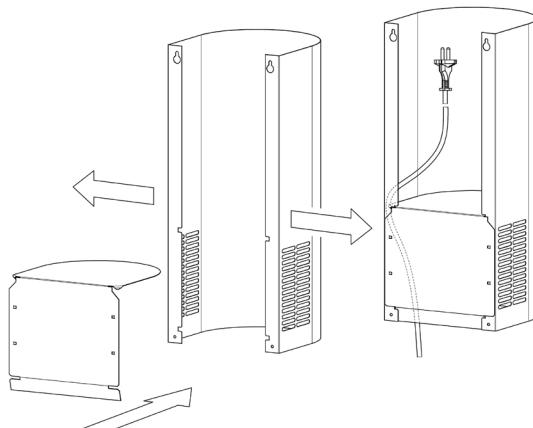

Рис. 3
ВНИМАНИЕ! МИНИМАЛЬНОЕ РАССТОЯНИЕ МЕЖДУ ПЛОСКОСТЬЮ УСТАНОВКИ ПОСУДЫ НА ПЛИТУ (НАГРЕВАТЕЛЬНОЙ ПОВЕРХНОСТЬЮ) И ВОЗДУХООЧИСТИТЕЛЕМ ДОЛЖНО БЫТЬ 75 см. ВОЗДУХООЧИСТИТЕЛЬ КРЕПИТЬ НА РОВНУЮ ПОВЕРХНОСТЬ (рис. 3).
6.7 **ДЛЯ РАБОТЫ В РЕЦИРКУЛЯЦИОННОМ РЕЖИМЕ** установите заслонку в трубу нижнюю так, чтобы сетевой шнур проходил через подогнутый уголок заслонки. При установке разведите в стороны боковые плоскости нижней декоративной трубы и поочередно вставьте проушины заслонки в пазы на задних полках (рис. 3). Для уста-